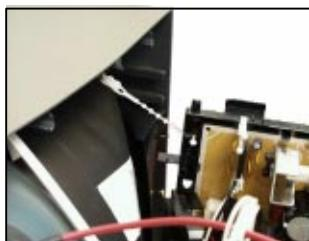

Fig.5.
4. Clip the chassis frame onto the bead clamper (**A**), as shown in **Fig.5.**
4. Encliquer le cadre du chassis sur le collier de verrouillage à perle (**A**), comme montré sur la **Fig.5.**